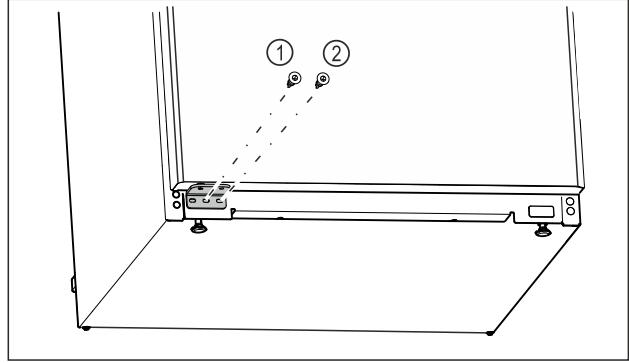

Fig. 26
- Yatak mesnedindeki Fig. 26 (1) orta civatayı Torx 20 tornavida ile sıkıca vidalayın.
- Yatak mesnedinin Fig. 26 (2) iç kısmındaki civatayı Torx 20 tornavida ile sıkıca vidalayın.